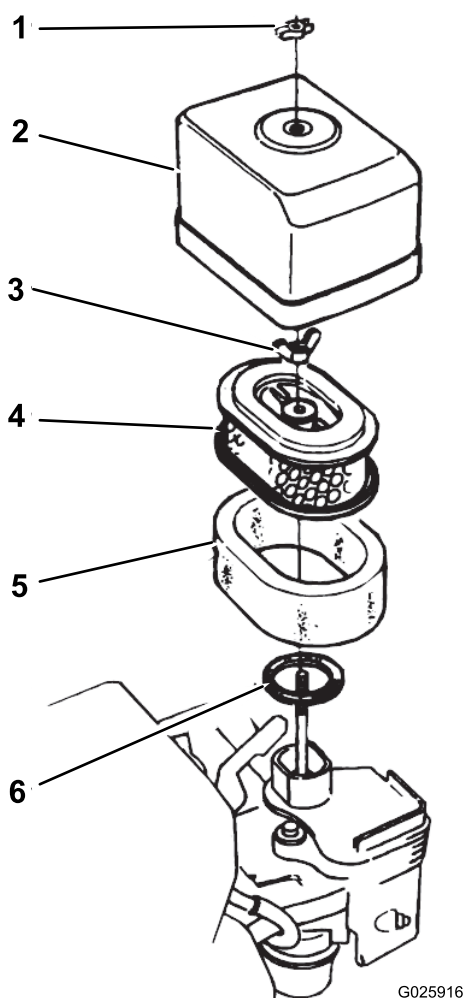

Figura 32
- Retire a porca de orelhas que fixa a cobertura do filtro de ar e retire a cobertura (Figura 32).
- Retire a porca do filtro de ar e retire o filtro (Figura 32).
- Retire o filtro de esponja do filtro de papel (Figura 32).